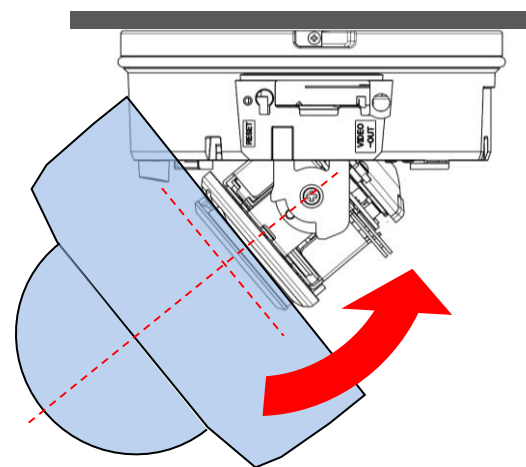

図12-2 レンズとドームカバーの角度を合わせて取り付け
- ・図12-2のように、レンズの角度とドームカバーの角度を合わせを取り付けると、レンズの回転を抑えることができます。